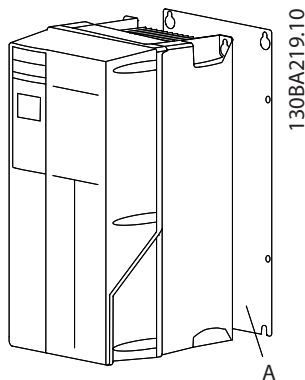
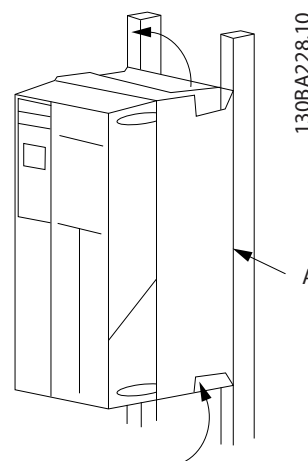

Bild 2.2 Korrekt montering med bakre plåt
Bild 2.3 Korrekt montering med skenor
- Montera enheten på ett jämnt underlag eller på en bakre plåt (tillval) för bättre luftflöde till kylning (se Bild 2.2 och Bild 2.3)